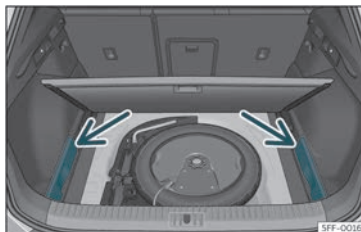

Fig. 107 Al maleter: tapes per guardar la safata.
- Traieu les tapes esquerra i dreta»» fig. 107.